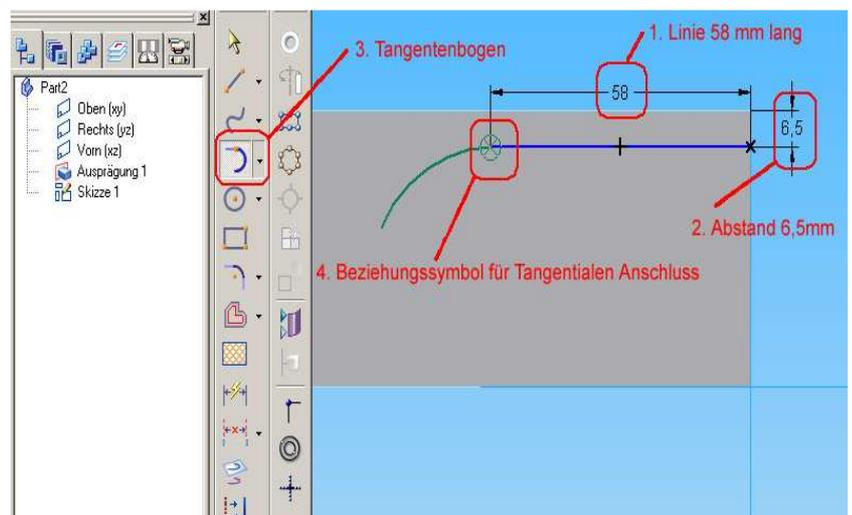

Abb. 20 Zeichnen eines Tangentenbogens
3. Den hinteren Teil des Körpers mit *Ausschnittvergrößerung* vergrößern (Abb. 20).